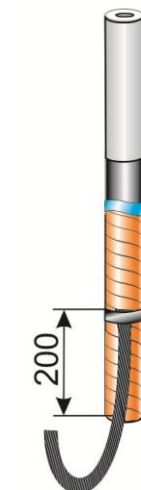

Рис.4
4.Конец провода заземления расплести. На расстоянии 200 мм от среза оболочки кабеля установить провод заземления и закрепить его пружиной постоянного давления так, как показано на рисунке. Данная процедура выполняется на каждой жиле (Рис.4).